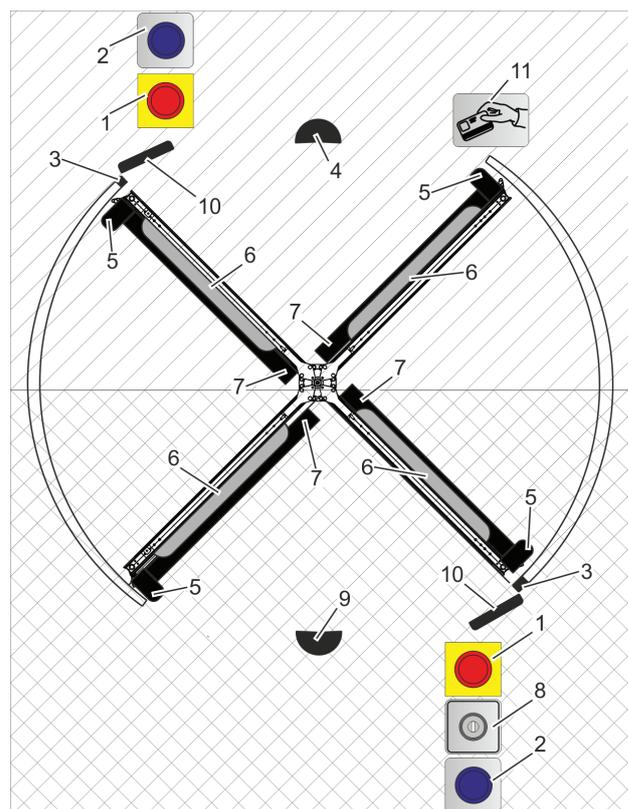

Рис. 123 Общий вид устройств для функциональной проверки
- Установить переключатель программ (рис. 123/8) в положение .
- Проверить кнопки аварийного останова (рис. 123/1).
- Проверить кнопку для пропуска инвалидов (рис. 123/2).
- Защитная контактная планка – горизонтальная (рис. 123/7)
- Защитная контактная планка – вертикальная (рис. 123/5)
- Датчик предварительного обнаружения на створке (рис. 123/6)
- Проверить стабильность срабатывания активной защитной контактной планки – основной стойки (рис. 123/3) со стороны входа и выхода.
- Установить переключатель программ (рис. 123/8) в положение . Установить карусельную дверь вручную в положение запирания (рис. 124/1 или 2).
- 13. Установить переключатель программ (рис. 123/8) в положение . Закрыть и заблокировать ночной экран (рис. 125/1 или 2) вручную. Затем отпереть ночной экран и переместить его обратно.
Установить переключатель программ (рис. 123/8) в положение . Закрыть и открыть ночной экран (рис. 125/1 или 2) с помощью отдельного переключателя с ключом. Убедиться в отсутствии людей в зоне перемещения ночного экрана (рис. 125/1 или 2).
- 15. Установить переключатель программ (рис. 123/8) в положение . Сложить створку, затем установить ее в положение открытия для проезда транспорта (рис. 126). После выравнивания установить створку обратно в исходное положение.
- 16. Установить переключатель программ (рис. 123/8) в положение . Сложить створку и установить ее в положение открытия для аварийного выхода (рис. 127). После выравнивания установить створку обратно в исходное положение.
- 17. Выключить карусельную дверь. Установить переключатель программ (рис. 123/8) в положение .